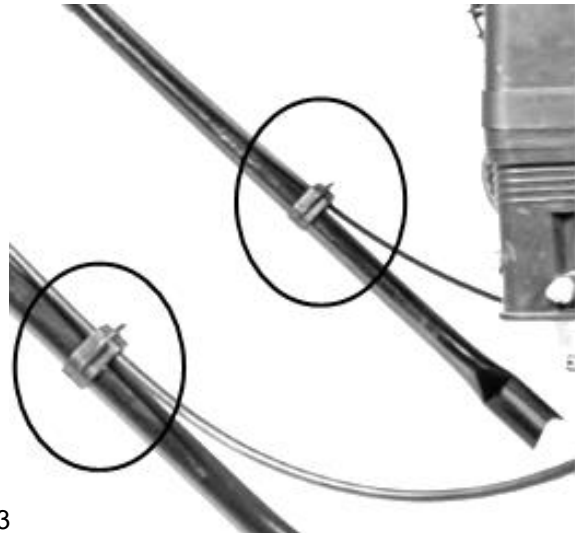

Рис. 3
3. С помощью клипсы зафиксируйте трос управления, см. рис.3.